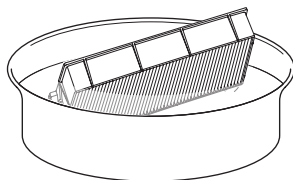

Fig. 1
2) Rimuovere il coperchio filtro aria. (Fig. 1)
1) Lavare l'unità filtro aria. (Fig. 1)